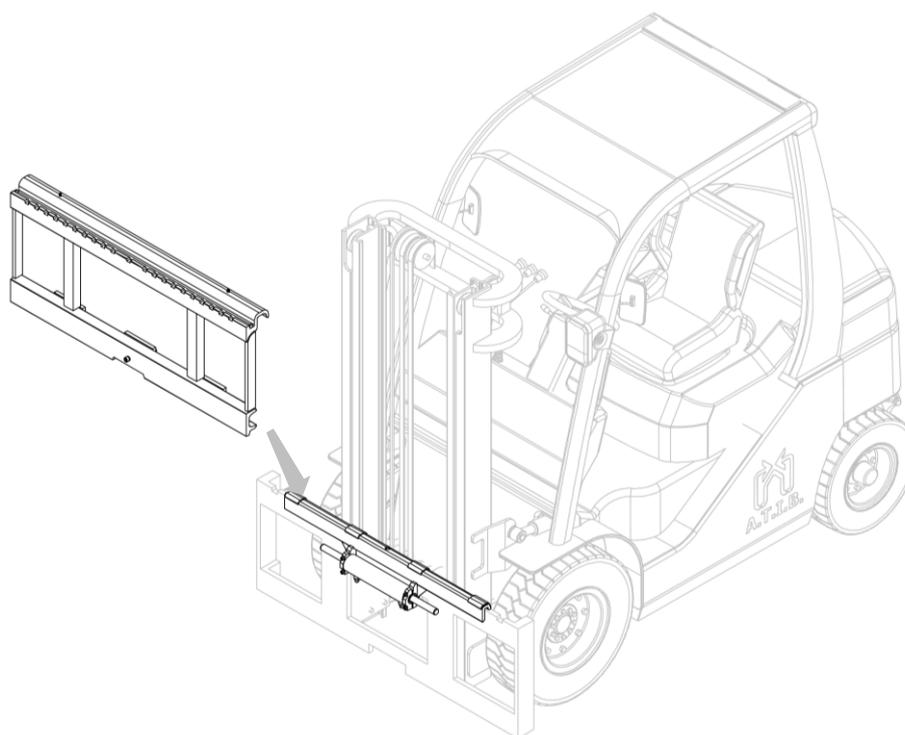

Figura 9
7. Enganche el equipo con un puente grúa colóquelo en el doble gancho, cuidando de colocarlo correctamente (mira *Figura 9*).